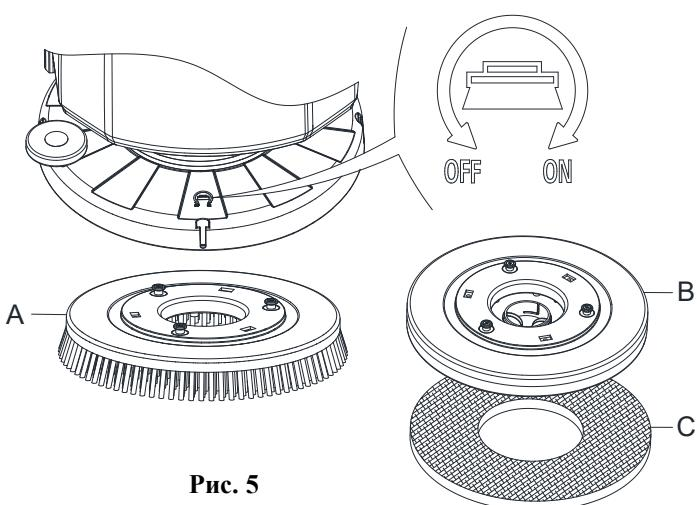

Рис. 5
Установите щетку (A, Рис. 5) или подкладку (B и C, Рис. 5) в соответствии с типом пола для уборки.
3. Разместите щетки (A, Рис. 5) или штатив подкладки (B, Рис. 5) под настилом (12, Рис. 1).